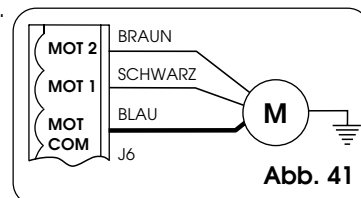

Abb. 41
Überprüfen, ob die Verkabelung des Motors den Angaben in Abb. 41 entspricht. (Standardanschluss).
**Anmerkung:** Wenn das Tor sich beim ersten OPEN-Impuls nicht in die gewünschte Richtung bewegt, sind der BRAUNE und der SCHWARZE Draht des Motors auf dem Verbinder J6 (Abb. 41) miteinander zu vertauschen.